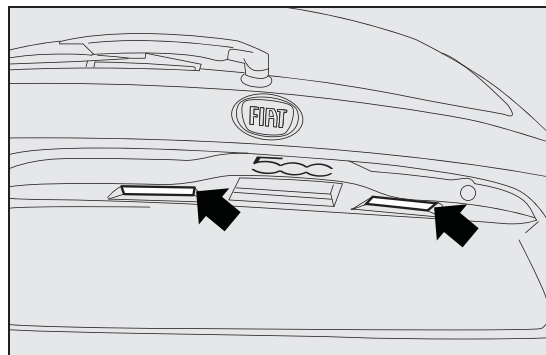

fig. 119
- ☐ verwijder het lampenglas A op het door de pijl fig. 119 aangegeven punt;